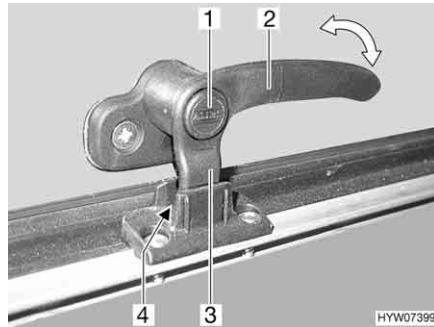
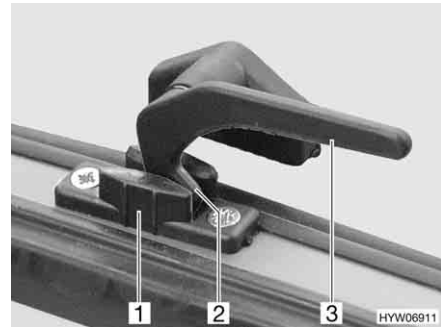

Fig. 61 Levier de verrouillage avec bouton de sécurité en position "Aération permanente"
Fig. 62 Levier de verrouillage en position "Aération permanente"
- En position "Aération permanente" (Fig. 61 et Fig. 62)
- S'il existe, appuyer sur le bouton de sécurité (Fig. 61,1) et le maintenir enfoncé.
- Tourner le levier de verrouillage (Fig. 61,2 ou Fig. 62,3) d'un quart de tour vers le centre de la fenêtre.
- Remettre le levier de verrouillage en position initiale. Le tenon de verrouillage (Fig. 61,3 ou Fig. 62,2) du levier de verrouillage doit pénétrer alors dans le logement prévu à cet effet dans le verrouillage de fenêtre (Fig. 61,4 ou Fig. 62,1).
- Relâcher le bouton de sécurité (Fig. 61,1).